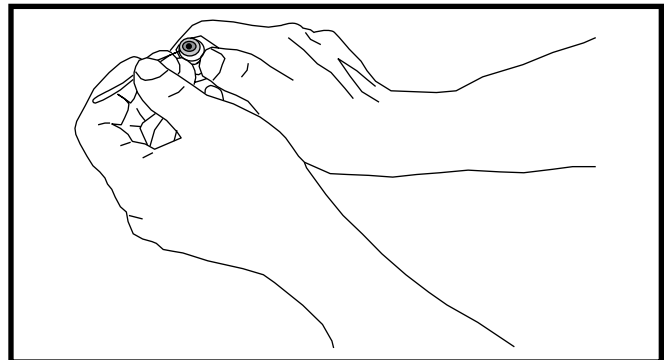

Figure 3. Démontage de l'orifice
2. Insérez un crochet en fil métallique léger entre le corps de soupape et l'orifice calibre en prenant soin de ne pas égratigner ces pièces. Retirez délicatement l'orifice calibre du corps de la soupape. Consultez la Figure 3.